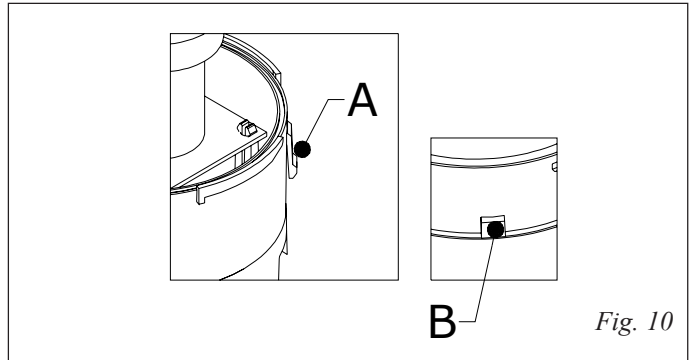

Fig. 10
**N.B.:** Sulla base della calotta è prevista una linguetta di bloccaggio (Fig. 10 rif. A) che si deve accoppiare con l'incasso ricavato sulla calotta (Fig. 10 rif. B).